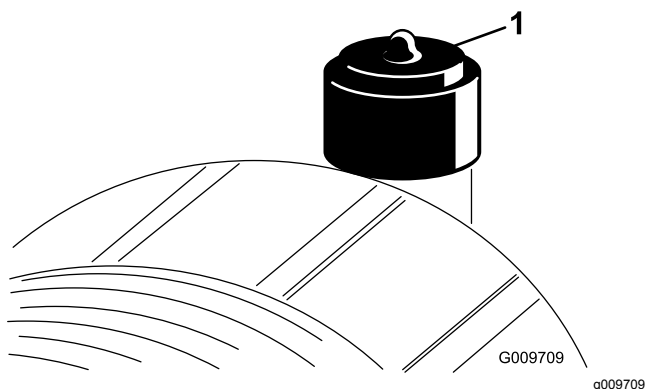

Figura 67
Effettuate la manutenzione del filtro dell'aria quando l'indicatore lo richiede (Figura 67). Sostituendo il filtro dell'aria prima del necessario si aumenta il rischio che la morchia penetri nel motore quando rimuovete il filtro.
2. Se la spia (Figura 67) è rossa, resettatela.